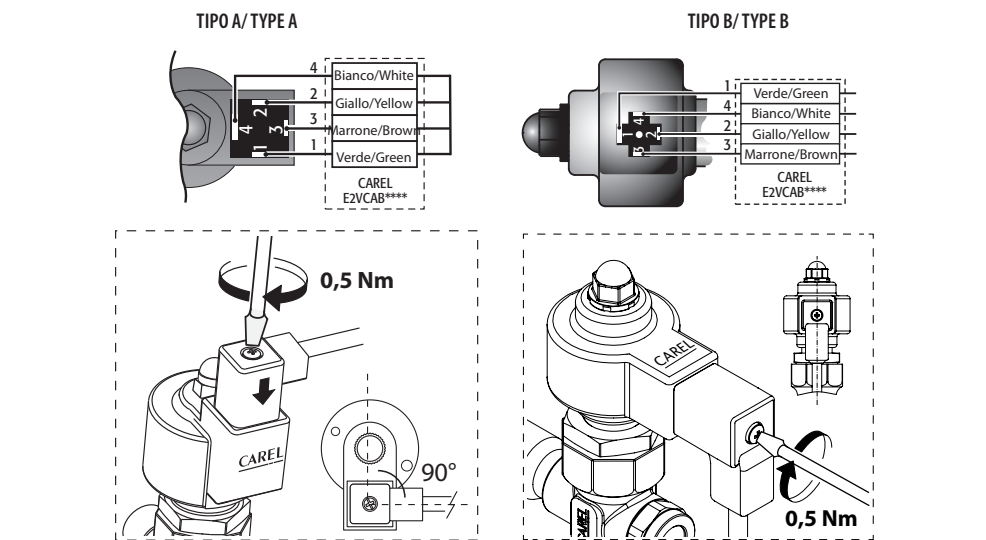

Fig. 3
- Collegare il connettore già cablato al motore passo passo nel relativo alloggiamento e serrare la vite con una coppia di 0,5 Nm seguendo le indicazioni in Fig. 3. Collegare a questo punto l'estremità quadripolare del cavo nei relativi morsetti del Driver CAREL EVD*** o relativo controllo omologato CAREL ed impostare i parametri secondo il set riportato nella tabella sottostante.
- connect the pre-wired connector to the socket on the stepper motor and tighten the screw, applying a force of 0.5Nm, following the indications in Fig. 3. Then connect the four-pin end of the cable to the corresponding terminals on the CAREL EVD*** driver or other approved CAREL controller, and set the parameters as shown in the table below.